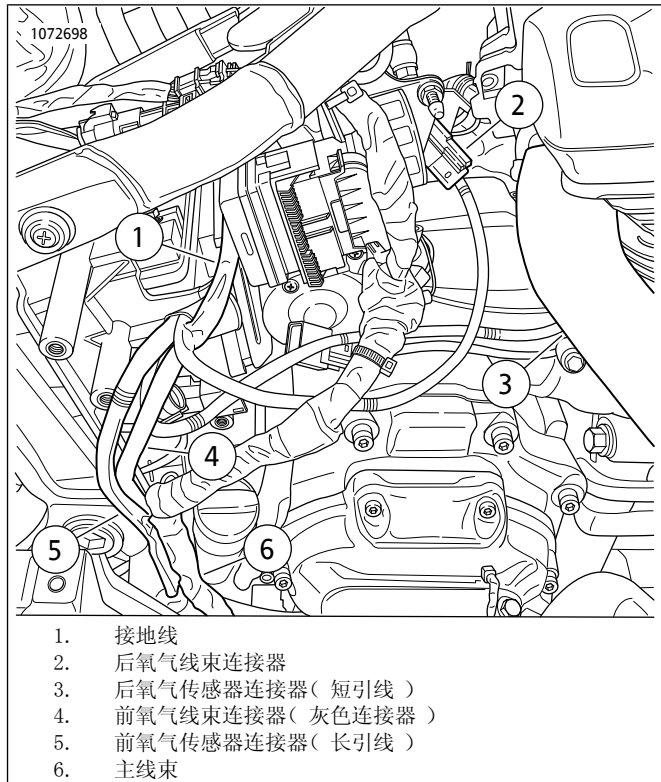
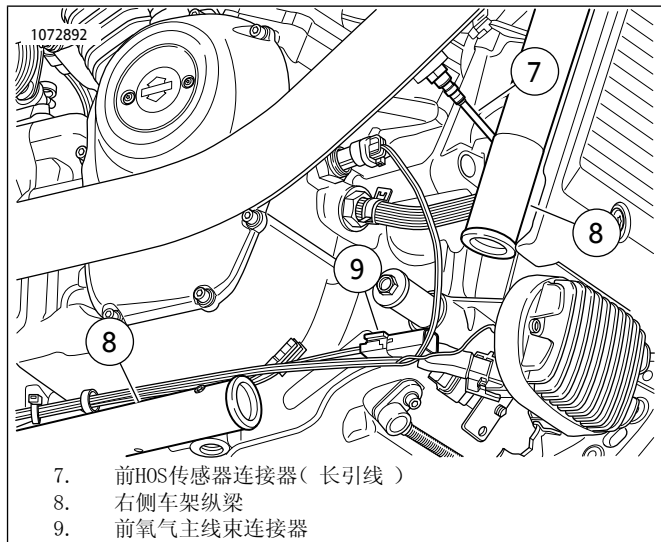

图24。ATM线束布设
图25。布设前ATM线束(为清楚期间拆除了零件)
16. 参见图24和图25。从电池舱向外布设带灰色连接器(4)的前氧气线束：